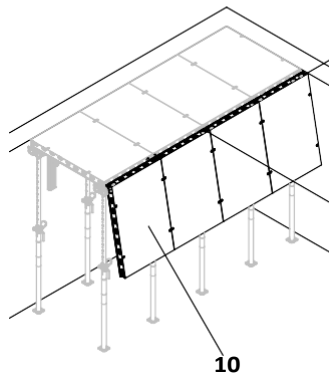

Fig. D2.09
1. Закачете ел-тите DP (10). (Fig. D2.09)